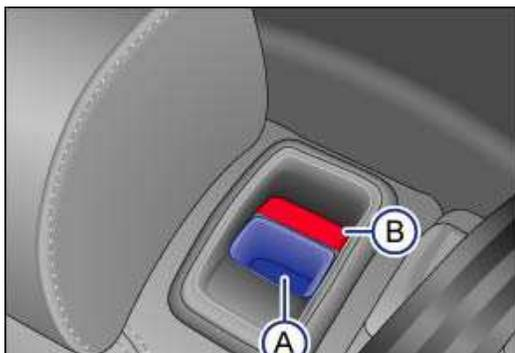

Abb. 76 Rücksitzbank: Entriegelungstaste (A); rote Markierung (B).
- Entriegelungstaste → Abb. 76 \(A\) nach vorn ziehen und gleichzeitig die Rücksitzlehne vorklappen.
- Die Rücksitzlehne ist entriegelt, wenn eine rote Markierung an der Taste → Abb. 76 \(B\) zu sehen ist.
- Die rote Markierung an der Entriegelungstaste → Abb. 76 \(B\) darf nicht mehr sichtbar sein.
- Eine rote Markierung an der Taste → Abb. 76 \(B\) signalisiert eine nicht eingerastete Lehne. Immer prüfen, dass die rote Markierung niemals sichtbar ist, wenn sich die Rücksitzlehne in der aufrechten Position befindet.